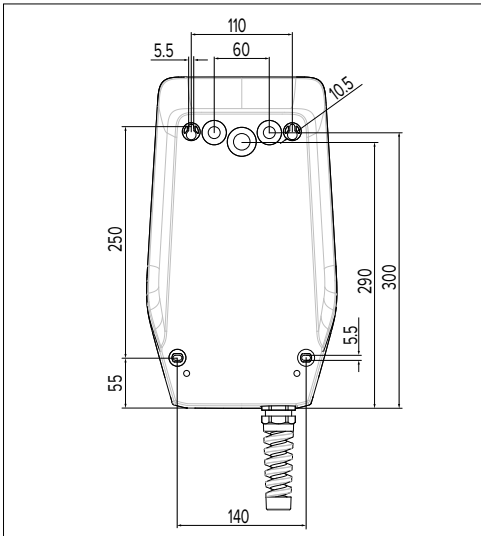

Abb. 6: Bohrmaße [mm]
Bei einer Wandmontage muss die Position der Versorgungsleitung anhand der mitgelieferten Bohrschablone oder der Abbildung "Abb. 6: Bohrmaße [mm]" vorgesehen werden. Kabeleinführungen sind an der Rückseite, Unterseite und Oberseite angebracht.
- ▶ Bohrlöcher anhand der mitgelieferten Bohrschablone oder der Abbildung "Abb. 6: Bohrmaße [mm]" anzeichnen. Dabei auf eine waagerechte Ausrichtung achten.